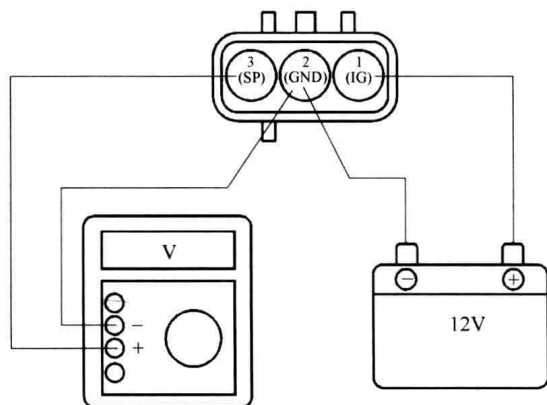

图 1-7 将 12V 电源和电压表连接至端子
① 拆卸车辆速度传感器连接器, 将 12V 电源和电压表连接至端子。如图 1-7 所示, 不要弄错电压的极性。
② 旋转从动齿轮。